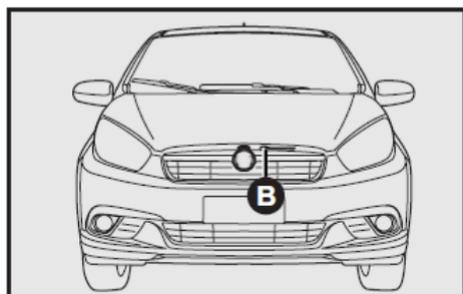

fig. 92
- 2) Mueva hacia arriba la traba B-fig. 92;